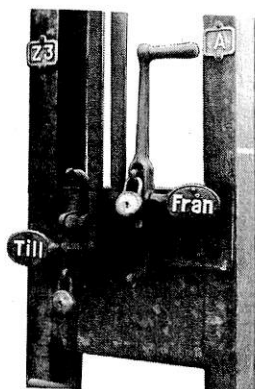

Fig 1. Identifierings- och indikerings-
2.1 För att kunna identifiera de olika frånskiljarna och strömbrytarna är de vid manöverdonen märkta antingen med en bokstavs- eller sifferbeteckning eller med en kombination av bokstavs- och sifferbeteckning. (Fig. 1 och 2).
2.2 Vid eller på manöverdonet finns alltid skyltar eller signaler som anger om frånskiljaren eller strömbrytaren ligger i läge "Till" eller "Från". (Fig. 1 och 2).